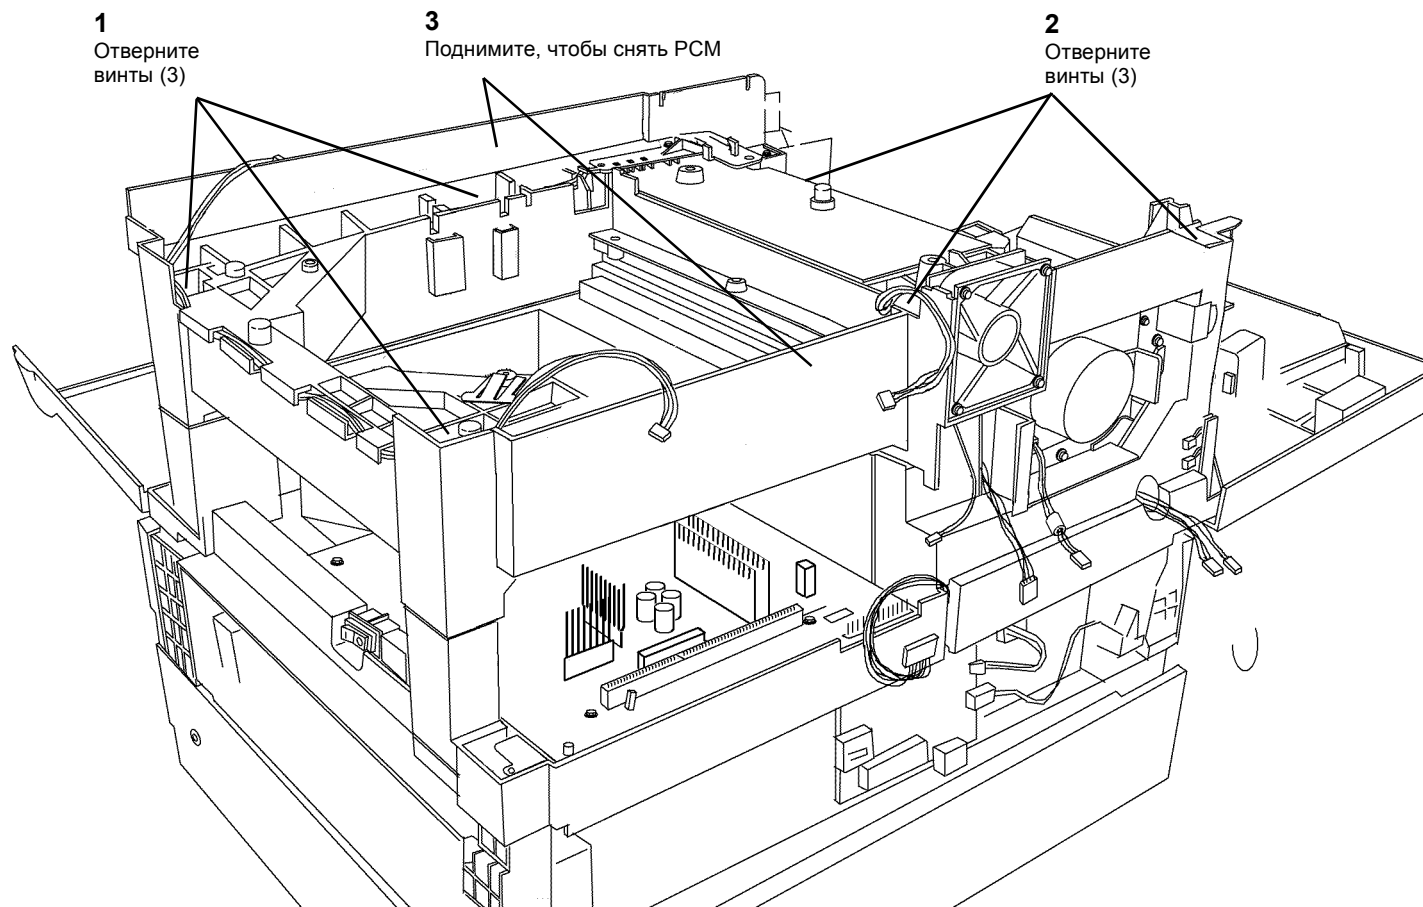

Рисунок 3 Снятие верхнего каркаса PCM
11. Снимите верхний каркас PCM (Рисунок 3).